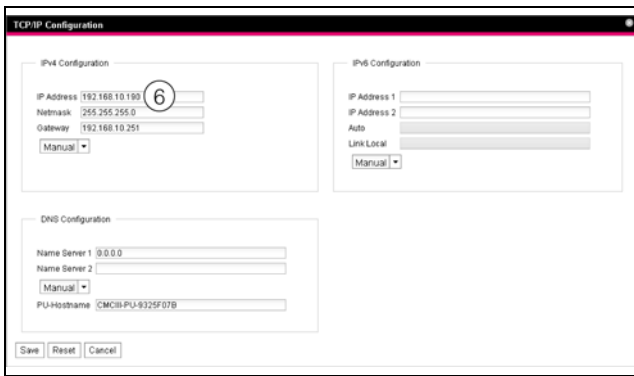

Рис. 77: Настройка подключения TCP/IP
- В окне **TCP/IP Configuration** в группе элементов **IPv4 Configuration** измените IP-адрес устройства на разрешенный в Вашей сети адрес (рис. 77, поз. 6).